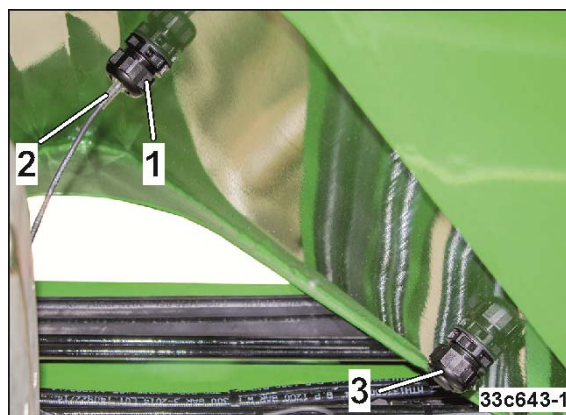

Рис. 114
2. Ослабьте гайку (Рис. 114/1).
3. Выньте датчик уровня (Рис. 114/2) и вставьте его в соответствующее крепление.
5. Затяните гайку (Рис. 114/1).
Чтобы закрыть освободившееся отверстие, установите и закрепите в креплении заглушку (Рис. 114/3).